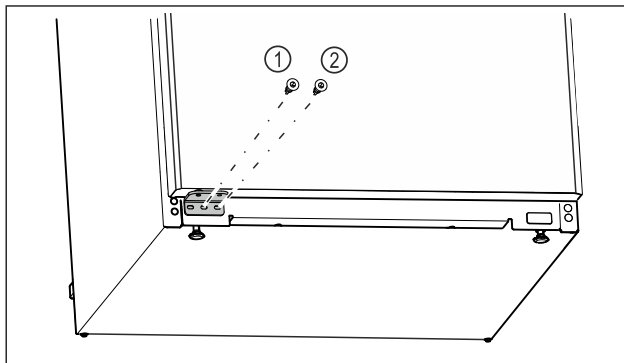

Fig. 25
- ▶ Csavarozza a helyére a csapágybak középső csavarját Fig. 25 (1) Torx 20 csavarhúzóval.
- ▶ Csavarozza a helyére a csapágybak belső csavarját Fig. 25 (2) Torx 20 csavarhúzóval.